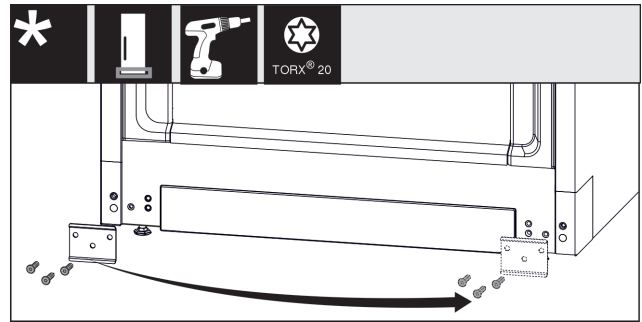

Fig. 13
- ▶ Desatornille la placa, colóquela en el otro lado y vuelva a atornillarla. Fig. 13 (1)